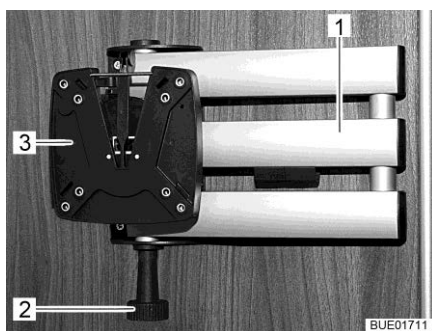

Bild 89 Hållare med ledad arm
- Positionera:** ■ Dra i låsknappen (Bild 89,2). Den ledade armen (Bild 89,1) är upplåst.
- Förvara:** ■ Vrid tillbaka den platta bildskärmen till utgångsläget, tills hållaren (Bild 89,3) hakar hörbart fast i låset.